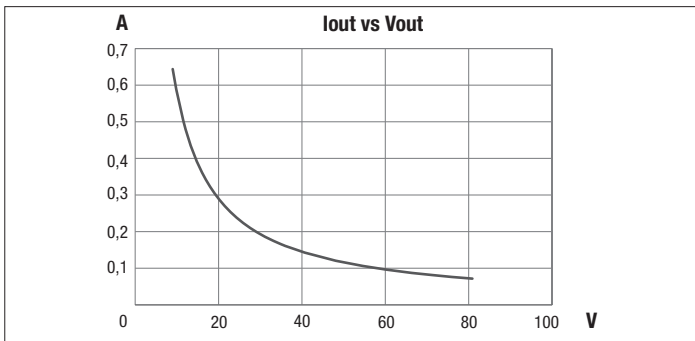

Fig. 2
- **SA:** funzionamento permanente, vedi fig. 2 (in caso di assenza di energia elettrica, l'apparecchio di illuminazione rimane acceso seppur con luminosità ridotta);
- **SA:** permanent, see fig. 2 (in the event of a power cut, the lighting appliance remains on even though with reduced brightness);